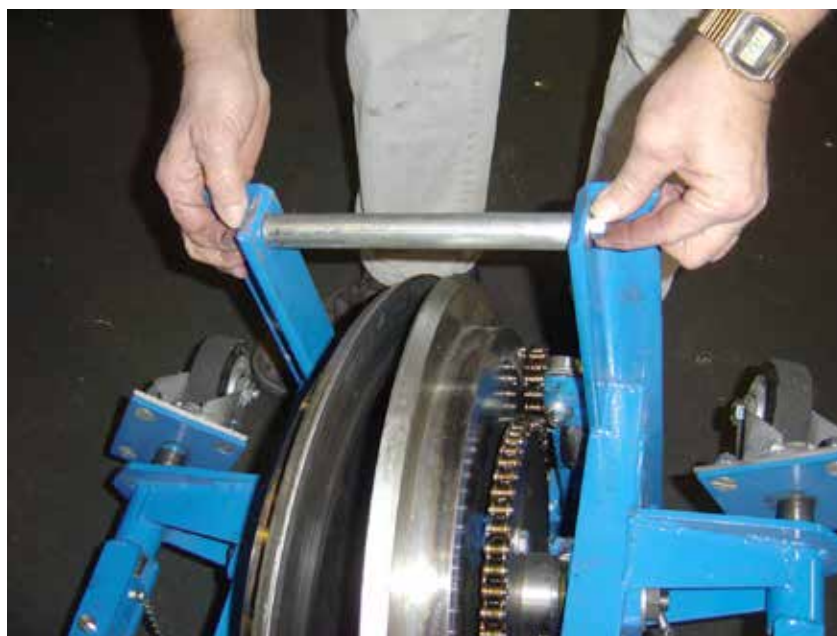

图 4 插入设置管
7. 将外框架上下颠倒, 插入设置管 (正常操作期间位于把手内侧), 如图 4 中所示。
14. 将外框架右侧向上翻动。去除设置管 (图 4)。